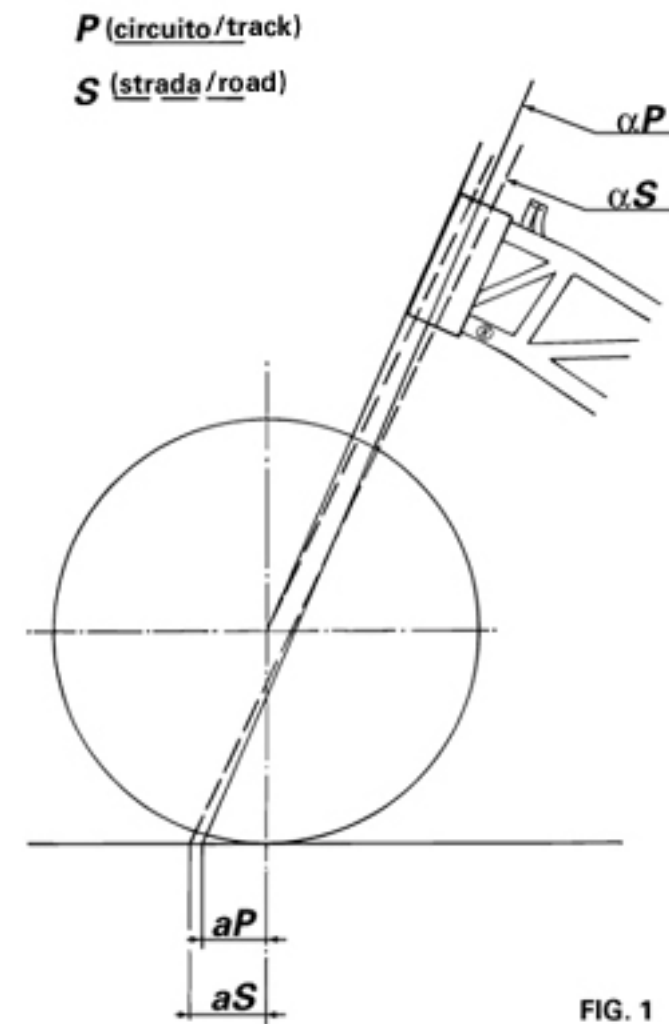

FIG. 1
- Premièrement, vous pouvez changer l'angle de chasse. C'est l'angle du tube de direction soudé au cadre qui reçoit les 2 roulements de direction. L'angle de chasse est réglé à **24°30'** (**aS**, fig.1) à l'usine et peut être fermé jusqu'à **23°30'** (**aP**, fig.1). Un angle plus fermé n'affectera pas beaucoup l'empattement, puisqu'il passe de 97mm (**aS**, fig.1) à 91mm (**aP**, fig.1).